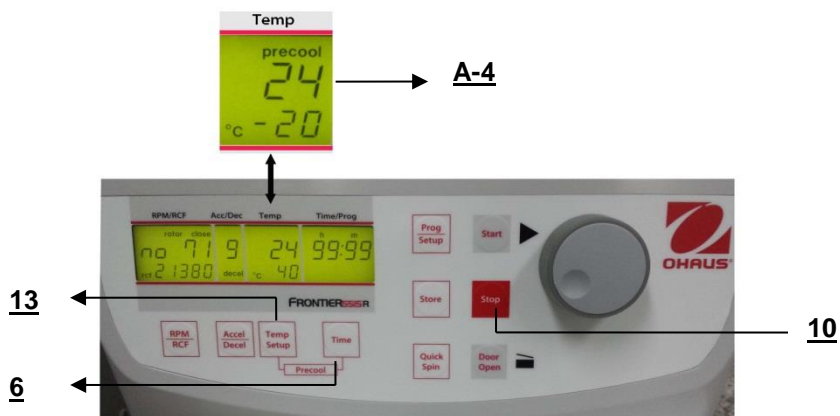

Figura 20
Si las muestras son sensibles a la temperatura, es útil preenfriar la centrífuga, el rotor y eventualmente los portatubos a la temperatura de trabajo requerida. Por lo tanto, inserte el rotor deseado y preajuste la temperatura respectiva. Al presionar en forma simultánea los botones "**Temp/Setup**" (13) (vea la Figura 20) y "**Time**" (6), inicia la operación. Durante la operación, la unidad selecciona automáticamente una velocidad rotacional que es equivalente al 20% de la velocidad rotacional permitida del rotor respectivo. Después de que se alcanza la temperatura predeterminada, puede salir de la operación de preenfriamiento con el botón "**Stop**" (10). Dependiendo del rotor insertado, el preenfriamiento dura aproximadamente entre 10 y 20 minutos.